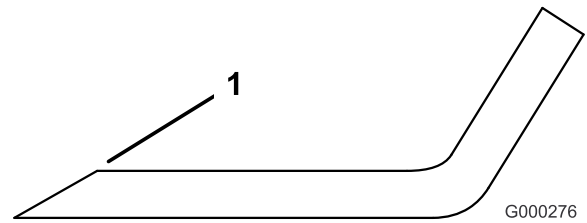

Figura 79
1. Utilize uma lima para afiar aresta de corte em ambas as extremidades da lâmina (Figura 79).